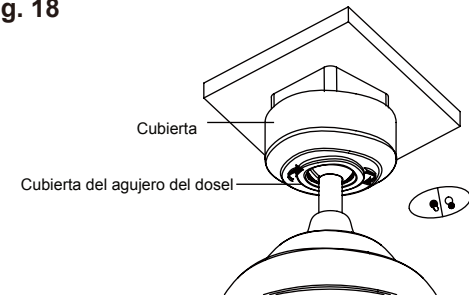

Fig. 19
Paso 3. Fije y apriete firmemente la cubierta del orificio del dosel sobre los tornillos del hombro en el soporte de montaje utilizando la función de bloqueo de torsión del teclado. (Fig. 19)